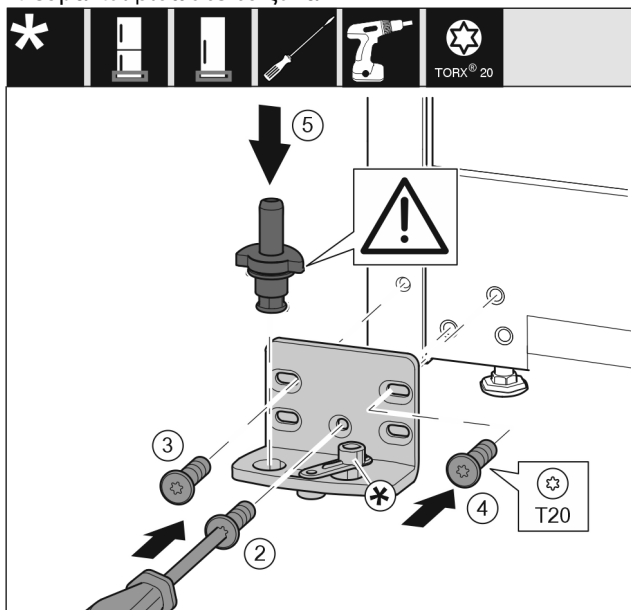

Fig. 16
- ▶ Εφαρμόστε το στηρίγμα στην άλλη πλευρά και βιδώστε το με τη βοήθεια ενός καταβιδιού. Αρχίστε με τη βίδα Fig. 16 (2) κάτω στο κέντρο.
- ▶ Σφίξτε τη βίδα Fig. 16 (3) και τη βίδα Fig. 16 (4).
- ▶ Τοποθετήστε ολόκληρο τον πείρο Fig. 16 (5). Βεβαιωθείτε ότι το έκκεντρο ασφάλισης είναι στραμμένο προς τα πίσω.